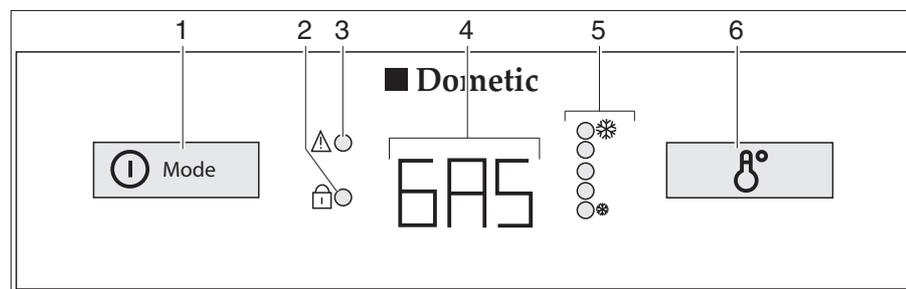

Bild 228 Bedienelemente für den Kühlschrank (Dometic 8er-Reihe mit AES)
Bei Störungen blinkt die Anzeige-LED Störung "⚠" (Bild 228,3).
Wenn die 230-V-Versorgung **nicht** angeschlossen und der Fahrzeugmotor **ausgeschaltet** ist, wählt das AES die Gasversorgung. Beim Anwählen des Gasbetriebs wird die Zündsicherung automatisch geöffnet, so dass Gas zum Brenner strömen kann. Gleichzeitig wird der elektronische Zünder eingeschaltet. Erlischt die Gasflamme, z. B. durch einen Luftzug, wird der Zünder sofort aktiviert und zündet das Gas wieder an. Bei Störung im Gasbetrieb blinkt in der Betriebsanzeige (Bild 228,4) der Text "GAS".
Nach dem Einschalten wählt der Kühlschrank automatisch die mittlere Thermostateinstellung. Diese Einstellung kann manuell mit dem Schalter für die Temperatureinstellung (Bild 228,6) nachgeregelt werden. Die Anzeige-LEDs (Bild 228,5) zeigen die gewählte Thermostateinstellung an. Mit dem Schalter wird die Kühltemperatur für alle drei Energiearten eingestellt. Es dauert einige Stunden, bis der Kühlschrank die normale Betriebstemperatur erreicht hat. Beim Umschalten der Betriebsart wird die Thermostateinstellung beibehalten. Die Kühltemperatur wird unabhängig von der Energieart beibehalten.
- Den Einschalter/Energie-Wahlschalter (Bild 228,1) 2 Sekunden lang drücken, um das Gerät einzuschalten. Die zuletzt gewählte Betriebsart wird in der Betriebsanzeige (Bild 228,4) angezeigt.
- Mit dem Einschalter/Energie-Wahlschalter (Bild 228,1) die Energieart wählen.
- Die Kühltemperatur am Schalter für Temperatureinstellung (Bild 228,6) einstellen. Die Anzeige-LEDs (Bild 228,5) zeigen die gewählte Thermostat-Einstellung.
- Den Einschalter/Energie-Wahlschalter (Bild 228,1) 2 Sekunden lang drücken. Alle Anzeigen erlöschen.